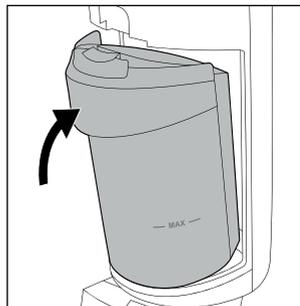

Fig. 30
- ◆ Fixez à nouveau le réservoir d'eau sale **2** sur l'appareil en insérant d'abord le fond du réservoir d'eau sale **2**. Glissez ensuite le réservoir d'eau sale **2** en direction de l'appareil, jusqu'à ce que le réservoir d'eau sale **2** s'enclenche audiblement dans l'appareil (voir fig. 30).